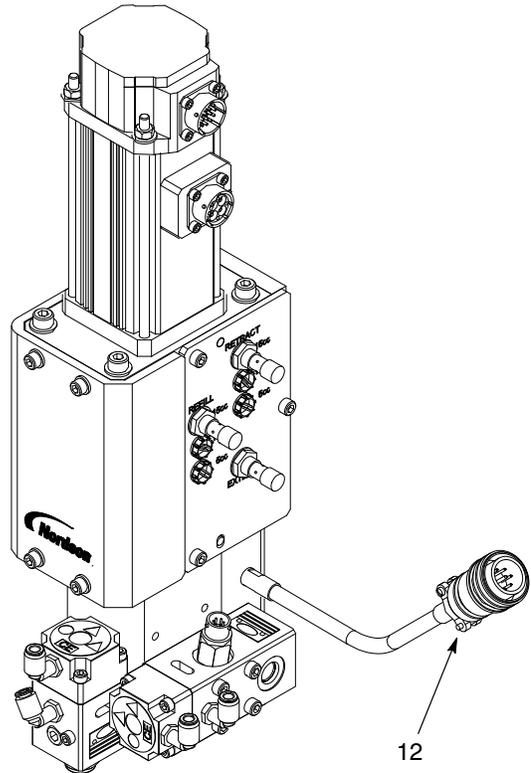

Рис. 7 Типовые подключения
1. См. рис. 7. Присоединить кабели с контроллера к разъемам (1).
2. Присоединить кабели с контроллера к бесконтактным датчикам (2).
3. Присоединить кабель преобразователя давления к преобразователю давления (5).
4. **только варианты с подогревом:** присоединить кабель (12) к контроллеру.
1. См. рис. 7. Подключить чистый сжатый воздух из цеховой магистрали с давлением не менее 60 psi (4,14 бар) к впуску фильтра регулятора.
2. Присоединить шланг подачи материала с разгрузчика контейнеров Rhino к впускному фитингу материала (4).
3. Присоединить пневмошланги с пневматического регулирующего клапана к фитингу открытия пистолета (10) и фитингу закрытия пистолета (11) на выпускном клапане (9).
4. Присоединить пневмошланги с пневматического регулирующего клапана к фитингу открытия пистолета (6) и фитингу закрытия пистолета (7) на выпускном клапане (8).
- b. Присоединить водяные шланги с блока температурного кондиционирования к фитингам (3).